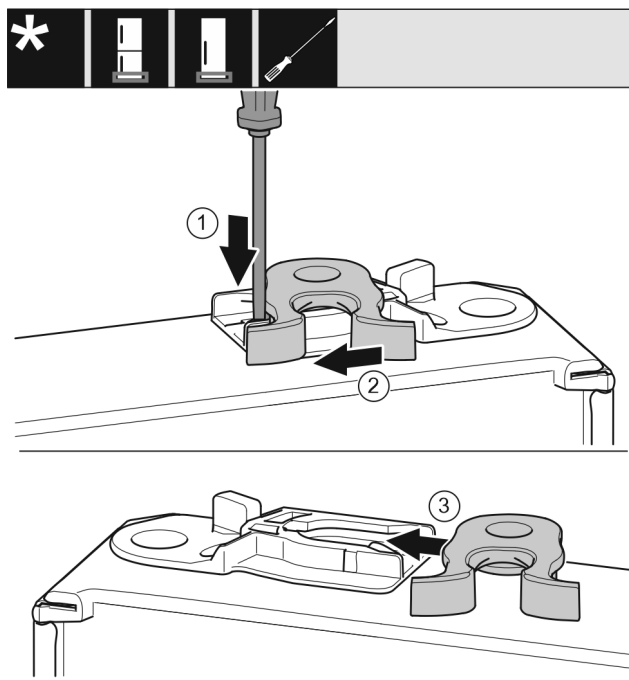

Fig. 20
- Wcisnąć nakładkę Fig. 20 (1) w dół przy użyciu śrubokręta.
- Wyjąć hak zamykający Fig. 20 (2) z prowadnicy.
- Wsunąć hak zamykający Fig. 20 (3) w prowadnicę znajdującą się z drugiej strony.